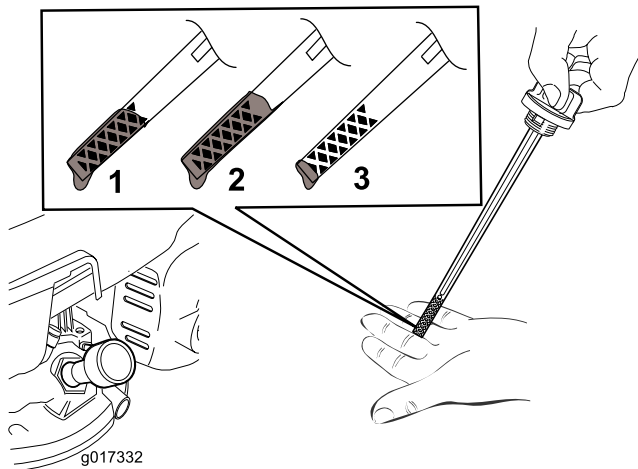
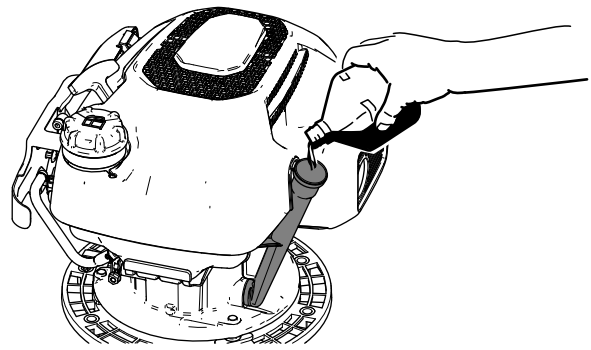

Figure 34
Figure 35
5. Si le niveau d'huile est près ou en dessous du repère inférieur sur la jauge (Figure 34), versez lentement l'huile moteur spécifiée dans le goulot de remplissage (Figure 35) et attendez 3 minutes.
5. Placez un bac de vidange sur le sol sous le plateau, du côté du goulot de remplissage de la machine (Figure 35).
- Versez lentement l'huile moteur spécifiée dans le goulot de remplissage (Figure 35), puis attendez 3 minutes.